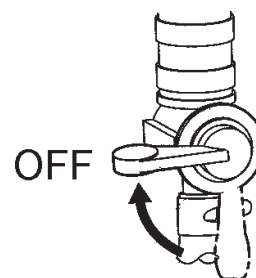

Figure 19. Levier de robinet à essence (OFF)
- Positionnez le levier de robinet à essence (figure 19) en position « OFF ».